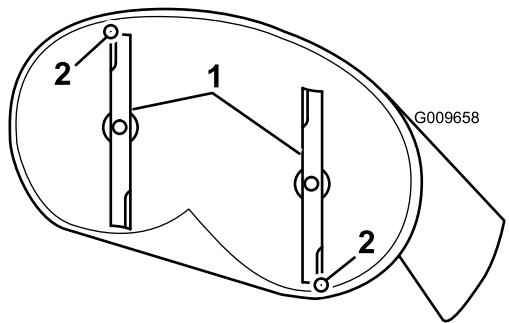
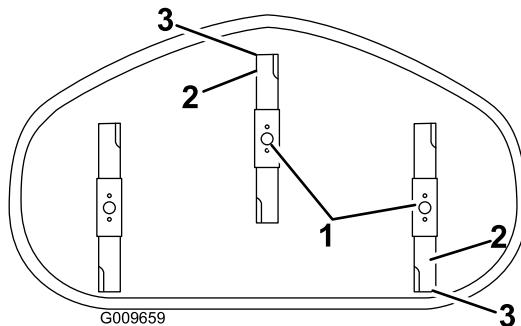

Figura 60
Figura 61
- Gire cuidadosamente las cuchillas colocándolas en el sentido de avance de la máquina (Figura 60 y Figura 61).
5. Mida entre la punta de la cuchilla delantera y la superficie plana y entre la punta de la cuchilla trasera y la superficie plana (Figura 60 y Figura 61). Si la punta de la cuchilla delantera no está entre 1.6 y 7.9 mm (1/16 y 5/16 pulg.) más baja que la punta de la cuchilla trasera, ajuste la contratuerca delantera.
8. Compruebe la inclinación longitudinal de nuevo después del ajuste. Siga ajustando la tuerca hasta que la punta de la cuchilla más avanzada esté entre 1.6 y 7.9 mm (1/16 y 5/16 pulgada) más baja que la punta de la cuchilla más atrasada (Figura 60 y Figura 61).